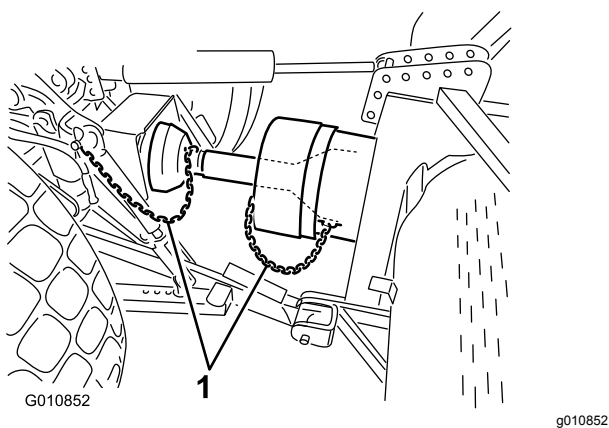

Figura 25
6. Ligue as correntes de segurança da proteção à proteção da tomada de força e ao suporte do trator (**Figura 25**). Verifique se as correntes ainda ficam com folga quando o arejador sobe ou desce.